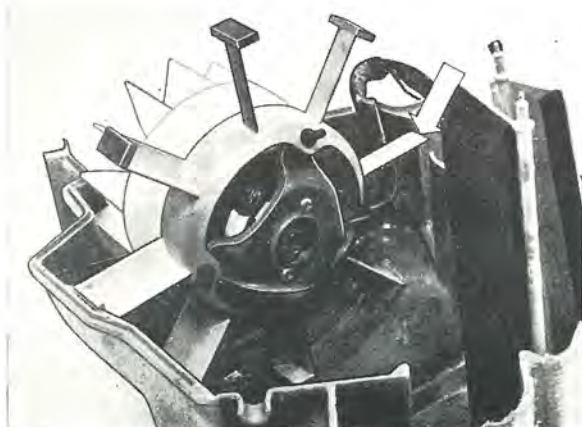

Bild 17. Montering av fläktmotor
5. Placera den nya motorn med hållare i huset så att det stödben som saknar platta pekar mot uttaget för defrosterkanalen (bild 17).